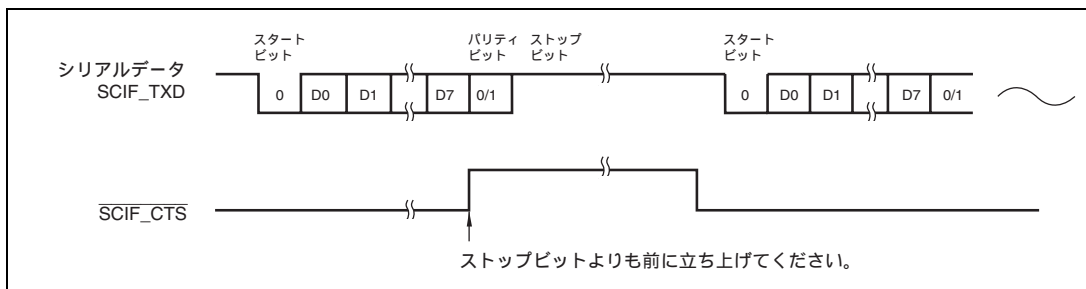

図 24.11 モデムコントロール ($\overline{\text{CTS}}$) 時の動作例 (チャンネル 0 のみ)
4. モデムコントロールイネーブル時は $\overline{\text{SCIF_CTS}}$ 入力値によって送信動作を停止 / 再開することができます。 $\overline{\text{SCIF_CTS}}$ が 1 になると現在送信中のときは 1 フレーム送信終了後マーク状態になります。 $\overline{\text{SCIF_CTS}}$ を 0 にすると再びスタートビットから次の送信データを出力します。モデムコントロール時の動作例を図 24.11 に示します。